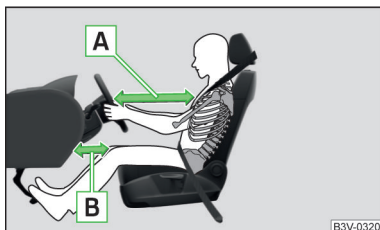

Fig. 23
■ Pour le conducteur et le passager avant, il est important de maintenir une distance d'au moins 25 cm du volant ou du tableau de bord » fig. 23 - A. Si vous ne gardez pas cette distance, vous ne pouvez pas protéger le système d'airbag - danger ! Les sièges avant et les appuie-têtes doivent toujours être ajustés en fonction de la taille des personnes.
■ Réglez le siège du conducteur en sens longitudinal de façon à ce que la distance entre les jambes et le tableau de bord à hauteur de l'airbag de protection des genoux soit de 6 cm au moins » fig. 23 - B. S'il n'est pas possible de remplir cette condition pour des raisons de taille corporelle, veuillez consulter un atelier spécialisé.